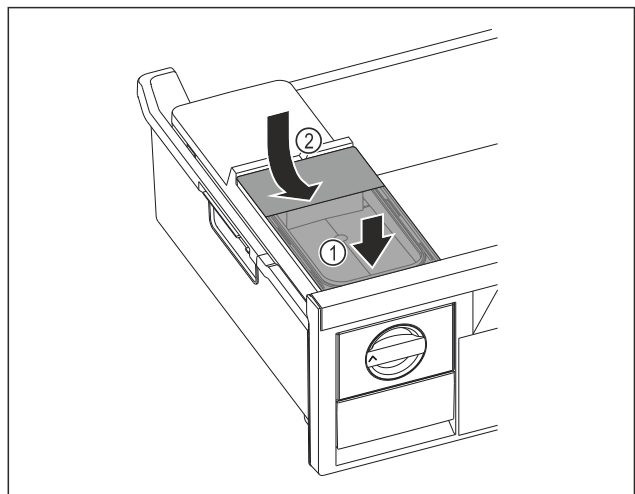

Fig. 101
- ▶ Nádržku na vodu nasadíte vpred. Fig. 101 (1)
- ▶ Nádržka na vodu spustíte vzadu. Fig. 101 (2)